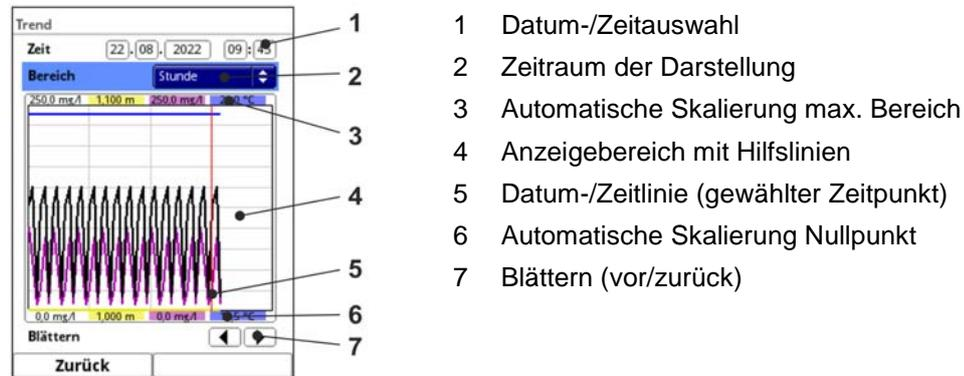

Abb. 38-2 Darstellung Trendanzeige
1. Gewünschten Bereich (Zeitraum der Darstellung; Abb. 38-2 Pos. 2) auswählen. Der ausgewählte Bereich (bis zum aktuellen Zeitpunkt) wird dargestellt. Während der Darstellung erfolgt keine automatische Aktualisierung der Messdaten (die aktuellen Messdaten werden im unteren Drittel der Hauptanzeige gezeigt).
2. Bei Bedarf mit den Pfeilen (Abb. 38-2 Pos. 7) vor- und zurückblättern bei gleicher Grundeinstellung der Darstellung.
Im oberen Bereich der Darstellung findet sich die **Datum-/Zeitauswahl** (Abb. 38-2 Pos. 1). Die Zeile ist blau unterlegt und somit aktiv.
Im Display werden die Messdaten, abhängig vom eingestellten Zeitabschnitt (Abb. 38-2 Pos. 2), des ausgewählten Datums dargestellt.
Die rote senkrechte Linie (Abb. 38-2 Pos. 5) steht auf dem gewählten Zeitpunkt (Datum und Uhrzeit).
➡ Diese Einstellung erfolgt über den **>Bereich<** (siehe Abb. 38-2 Pos. 2).
Unter der Grafik befindet sich die Funktion **>Blättern<** (Abb. 38-2 Pos. 7):